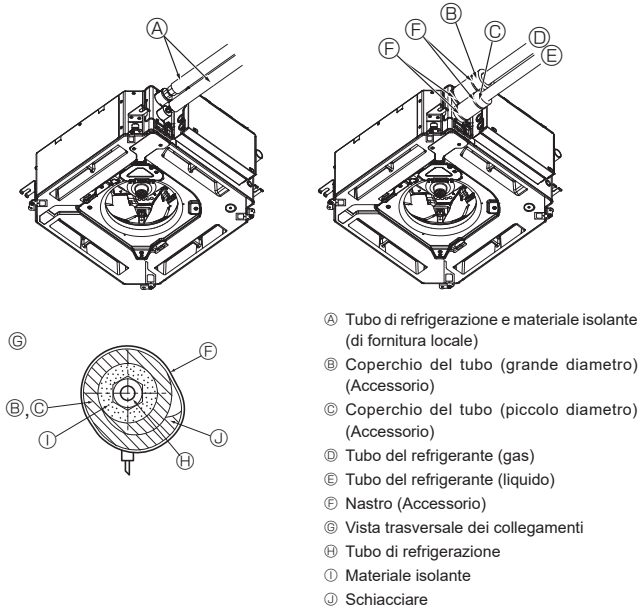

Fig. 5-8
5.5. Collegamento della tubazione (Fig. 5-8)